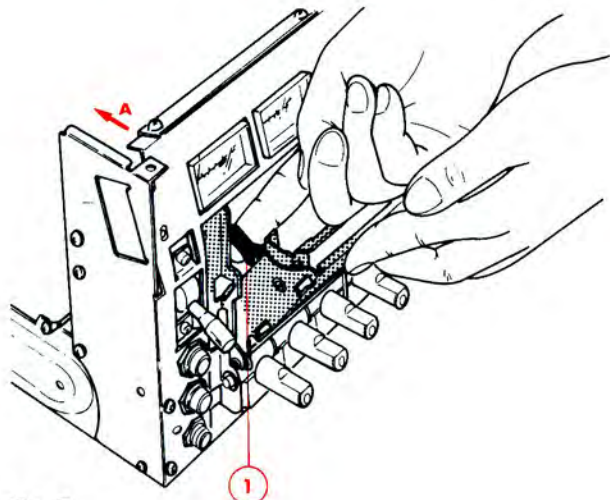

Fig. 7
- 2° - Enlever la porte (7) en tirant dans le sens de la flèche A.
- 3° - Soulever le coulisseau (1) et dégager l'ensemble coulisseau et piston d'amortissement dans le sens de la flèche A (Fig. 7).
- 4° - Enlever l'anneau d'arrêt (6) et dégager l'axe (4) dans le sens de la flèche B.
- 5° - Enlever les rondelles (3) et (5), le volet porte-cassettes (1), l'équerre et le ressort de rappel (2).
- 3° - Soulever le coulisseau métallique (1) et dégager l'ensemble coulisseau et piston d'amortissement du volet dans le sens de la flèche A (Fig. 7).
- 4° - Dévisser les vis (8) et enlever l'équerre métallique (7).
- 5° - Dévisser les vis (2) et (9) et enlever l'équerre métallique (1).
- 6° - Dévisser les vis (4), (5) et (6) et déposer le mécanisme (3) en le basculant vers l'arrière de l'appareil.